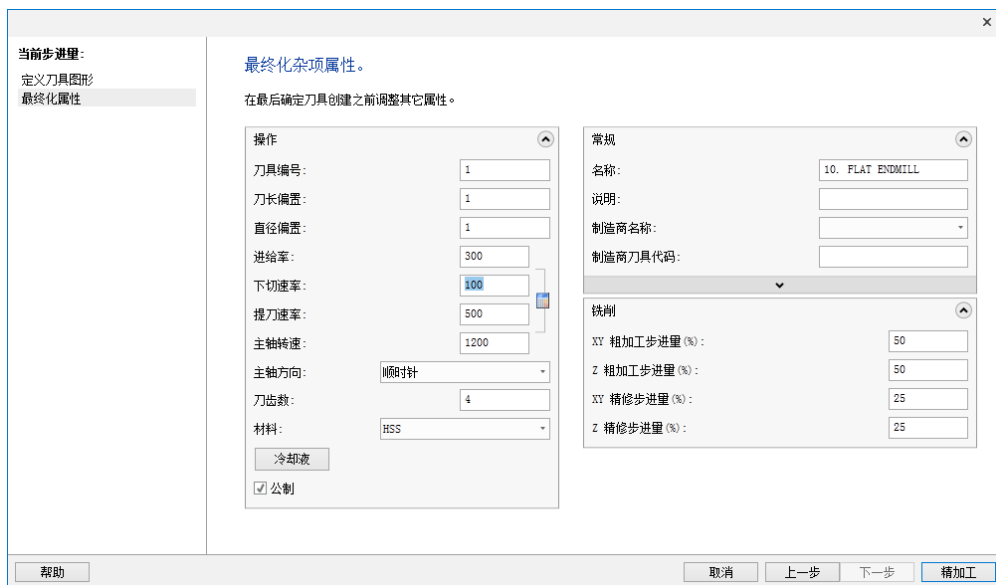

图 4.7.18 设置刀具参数
(1) 完成上步操作后，在“2D 刀路-槽铣刀”对话框刀具列表中双击该刀具，系统弹出“定义刀具”对话框。
(2) 设置刀具号。在 **刀具编号** 文本框中将原有的数值改为 1。
(3) 设置刀具的加工参数。设置图 4.7.18 所示的参数。
(4) 设置冷却方式。单击 **冷却液** 按钮，系统弹出“冷却液”对话框，在 **Flood**（切削液）下拉列表中选择 **On** 选项，单击该对话框中的 **确定** 按钮，关闭“冷却液”对话框。